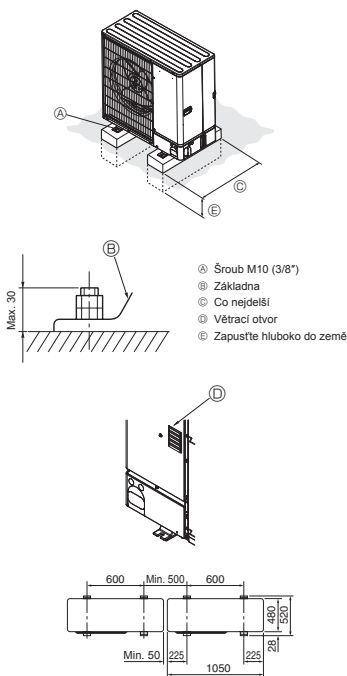

Fig. 3-1
- Jednotku namontujte na pevný a rovný povrch, aby během provozu nedrněla. (Fig. 3-1)